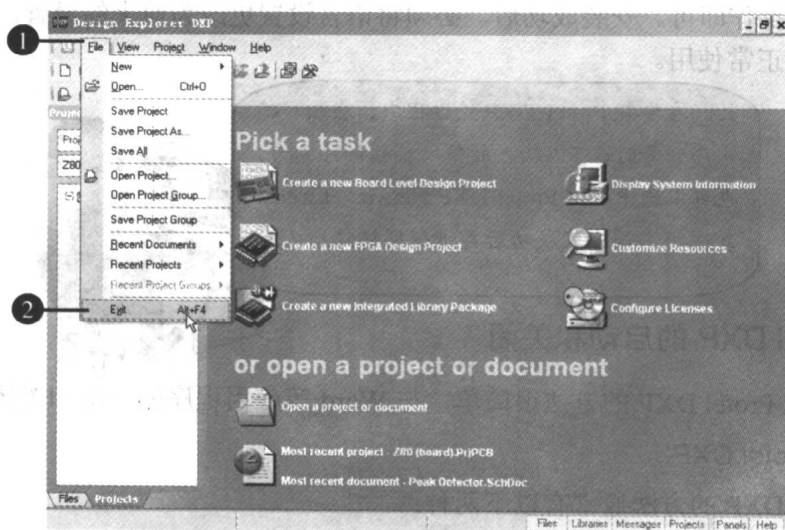

图 1-9 关闭 Protel DXP
- 在 Protel DXP 主窗口的菜单栏中选择[File] ▶ [Exit]菜单命令，如图 1-9 所示。